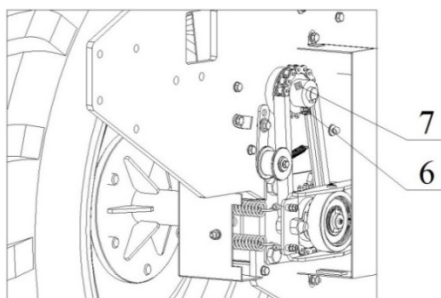

Рисунок 25.
- 2) Снять цепь со звёздочки (7).
- 3) Ослабить контргайку и установочный винт M8 (6) на звёздочке (7) (Рис. 25, 15 зубьев).